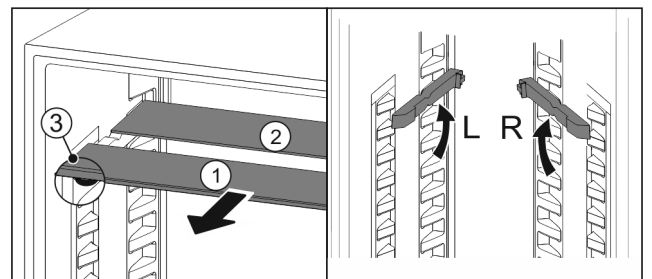

Fig. 85
- ▶ Glasplatten einzeln nach vorne herausziehen Fig. 85 (1).
- ▶ Glasplatte Fig. 85 (1) mit Zierleiste liegt vorne.
- ▶ Stopps Fig. 85 (3) zeigen nach unten.